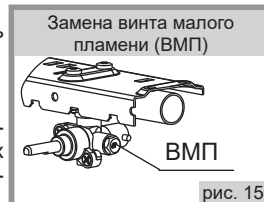

рис. 15
15.2. Проведение замены винтов малого пламени (ВМП) в кранах горелок стола (рис. 15):